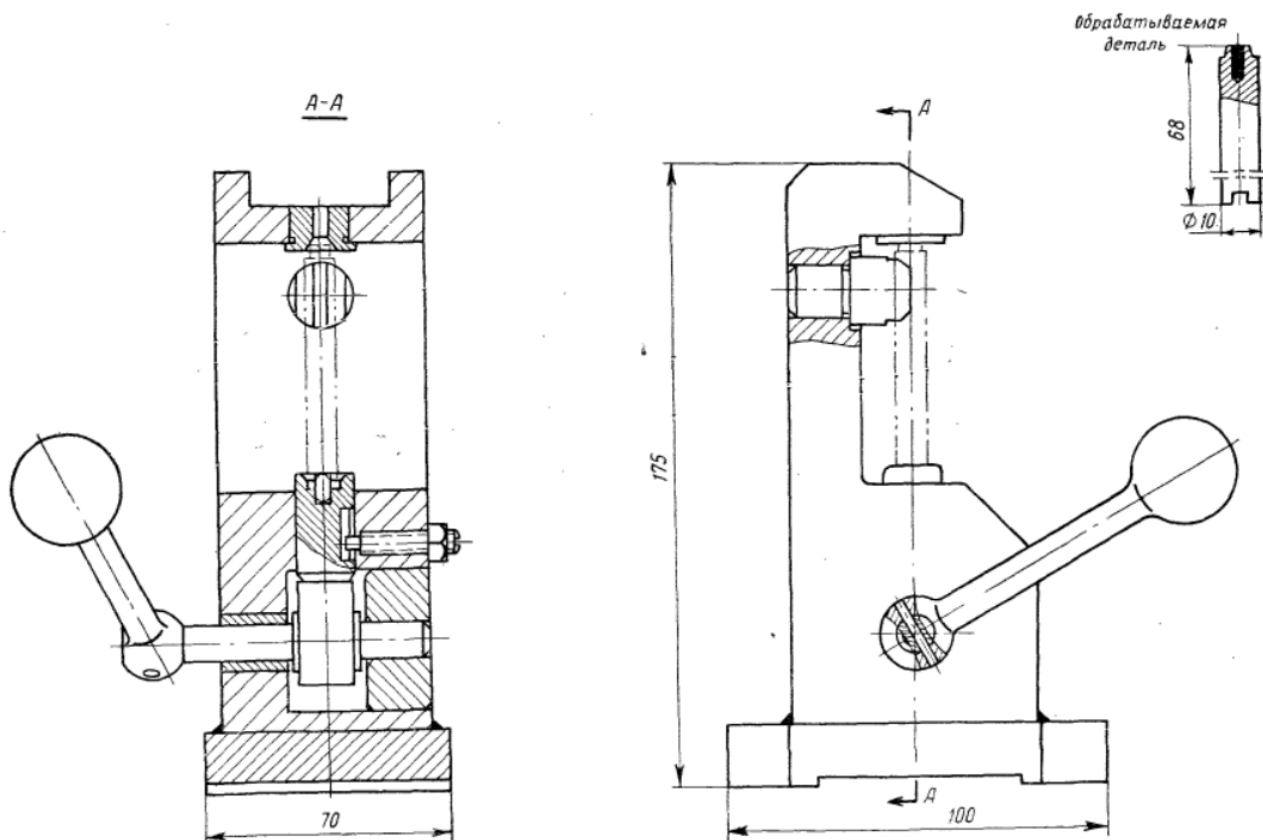

Рис. 20.
3. Составьте описание конструкции и принципа действия приспособления по рис. 20.